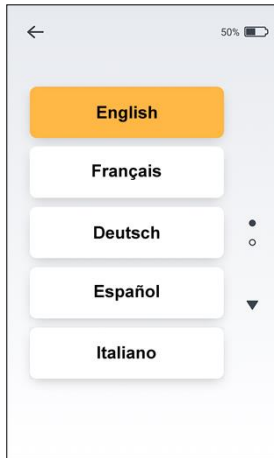

Fig. 14
- Vælg dit foretrukne sprog fra listen over tilgængelige sprog - se fig. 14.